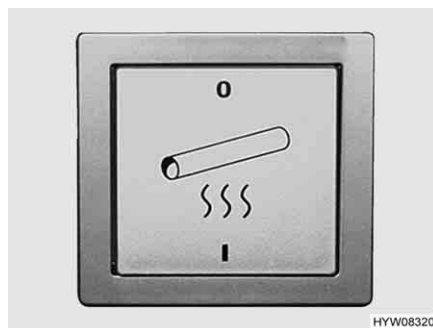

Fig. 120 Interruttore per il riscaldamento elettrico del tubo acque grigie
- Portare l'interruttore a bilico (Fig. 120) in posizione "I".
- Portare l'interruttore a bilico (Fig. 120) in posizione "0".